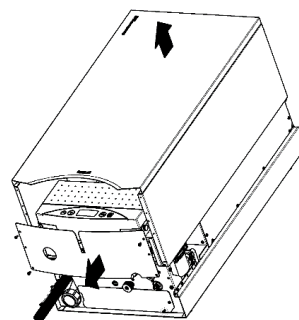

fig. 1.
4. Rimuovi l'involucro della caldaia, svitando le apposite viti di fissaggio (fig. 1).